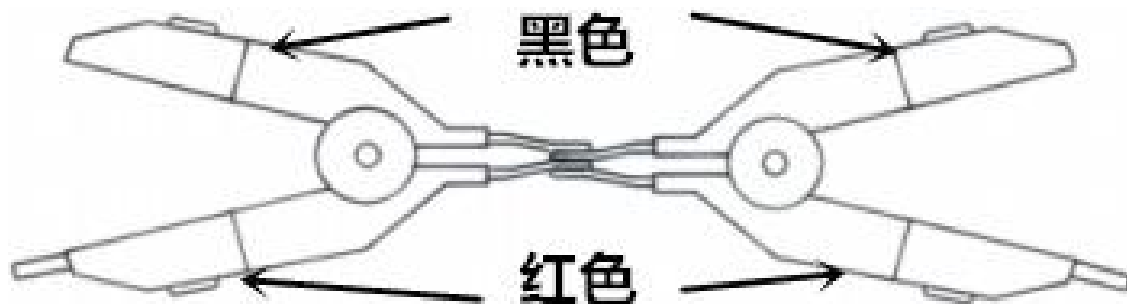

图4-1 测试端短路方法
2、将测试线夹子短路时，应将测试夹具的红色端夹红色端，黑色端夹黑色端；此时 LCD 屏显示的底数应接近于 0。若测试线夹子接反，测试线数据将变化很大，此时再将测试夹反接，即可获得正确的底数。此时把清零功能打“开”，仪器即开始全量程自动清零。（注：清零过程需 3 秒左右，等待全量程清完后清零方才结束）；如“图 4-1”为正确的清零测试夹具短路方法。